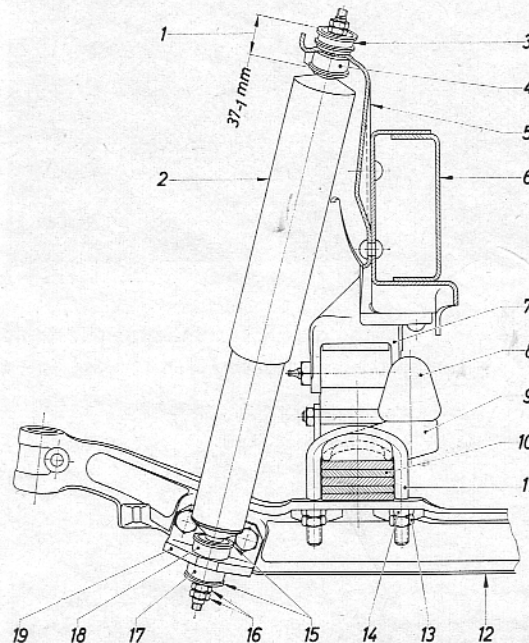

Bild 8 – Anordnung vorderer Stoßdämpfer
4. Teleskop-Stoßdämpfer (8/2) unten an Stützwinkel (8/19) der Vorderachse (8/12) befestigen, dabei Gummipuffer, wie im Bild 8 gezeigt, auf das Maß von 36 bis 37 mm (8/1) oben und unten einstellen. Gegenmuttern mit einem Drehmoment von **2,3 mkg** festziehen.